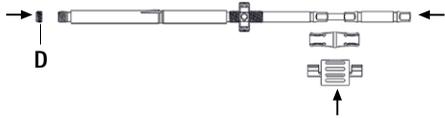

Fig. 11
- För in skruvmejseln i innerhysan, säkra med avståndshållare och **D** sätt på låsskruvse Fig. 11.